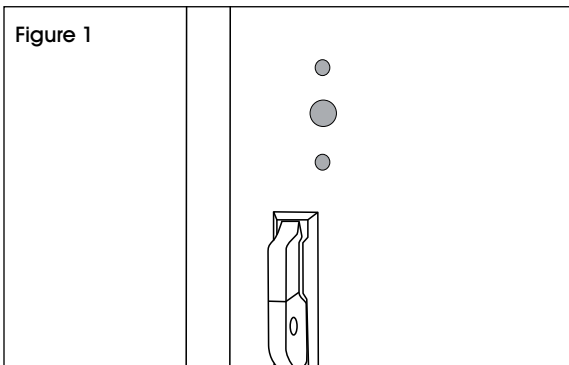

Figure 1
1. Above the handle on the front of the locker, locate the three circular indents. The middle circle will be larger than the top and bottom circles. (See Figure 1)
1. Repérez les trois cavités circulaires situées au-dessus de la poignée à l'avant du casier. Le cercle du milieu est plus grand que les cercles supérieur et inférieur. (Voir Figure 1)